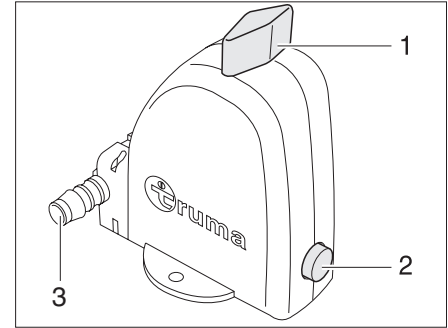

Fig. 84 Válvula de seguridad/purga de la caldera - Posición de funcionamiento
La caldera está equipada con una válvula de seguridad/purga (Fig. 84). La válvula de seguridad/purga evita que el agua de la caldera se congele cuando no esté conectada la calefacción en caso de helada.
El tubo de vaciado (Fig. 84,3) de la válvula de seguridad/purga debe estar siempre exento de ensuciamientos (p.ej. follaje, hielo).
- ▶ Girar el botón giratorio (Fig. 84,1) en 90° longitudinal a la válvula de seguridad/purga. El pulsador (Fig. 84,2) salta afuera. La caldera se vacía hacia fuera a través del tubo de vaciado (Fig. 84,3) de la válvula de seguridad/purga.
- ▶ Girar el botón giratorio (Fig. 84,1) en 90° transversal a la válvula de seguridad/purga.
- ▶ Presionar el pulsador (Fig. 84,2).